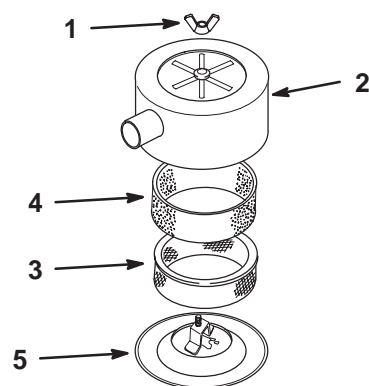

Figure 14
3. Nettoyez la surface autour du filtre à air pour éviter que des impuretés s'introduisent dans le moteur et l'endommagent. Dévissez le bouton et déposez le couvercle du filtre à air (Fig. 14).
4. Glissez délicatement l'élément en mousse hors de l'élément en papier (Fig. 14).
5. Dévissez l'écrou du couvercle et déposez le couvercle et l'élément en papier (Fig. 14).
1. Glissez délicatement l'élément en mousse sur l'élément en papier (Fig. 14).
2. Installez l'ensemble filtre à air sur la base (Fig. 14).
3. Reposez le couvercle du filtre à air et fixez-le en place avec l'écrou (Fig. 14).